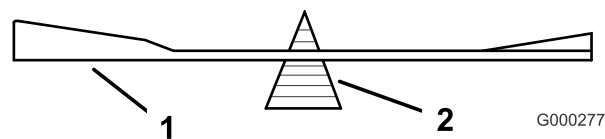
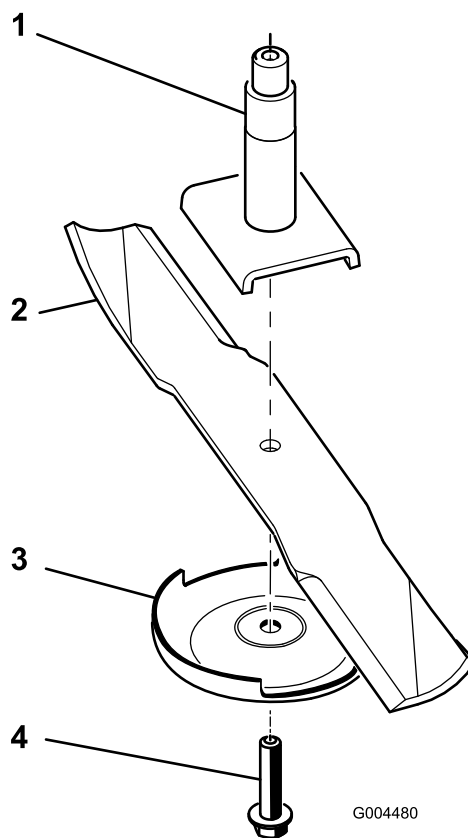

Figura 68
Figura 69
2. Retire a cavilha da lâmina, a placa anti-dano e a lâmina do eixo (Figura 69).
1. Instale a lâmina no veio (Figura 69).
2. Instale a placa anti-danos e o parafuso da placa (Figura 69).
2. Verifique o equilíbrio da lâmina colocando-a num equilibrador de lâminas (Figura 68). Se a lâmina ficar na horizontal é porque está equilibrada e pode ser utilizada. Se a lâmina não estiver equilibrada, lime algum metal da extremidade da aba apenas (Figura 69). Repita este procedimento até a lâmina estar equilibrada.